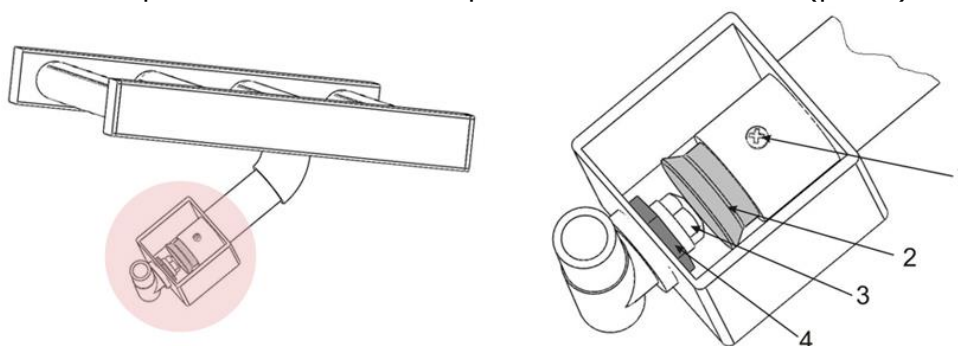

Рис.2. Устройство смесителя горелки плиты-гриля
- Найдите смеситель соответствующей горелки (рис.2).
- Ослабьте отверткой винт крепления цилиндра шибера 1 (рис.2).
- Перемещая цилиндр шибера 2 (рис.2), добейтесь нормального горения пламени. Для контроля пламени основной горелки следует смотреть в глазок под разными углами.
- При достижении нормального пламени горелки затяните винт 1 (рис.2).
- Ослабьте отверткой винт крепления цилиндра шибера 1 (рис.2) и сдвиньте шибера 2 (рис.2).
- Удерживая муфту подводящей медной трубки, отверните сопло 3 (рис.2) ключом на 12.